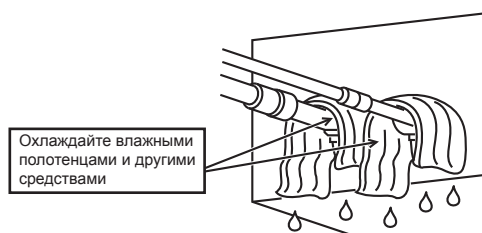

Fig. 7-1
- Перед пайкой трубопровода хладагента всегда обматывайте трубопровод на основном корпусе и теплоизоляционный трубопровод влажными полотенцами, чтобы избежать термоусадки и сгорания теплоизоляционного трубопровода. Следите за тем, чтобы пламя не контактировало с основным корпусом. (Fig. 7-1)